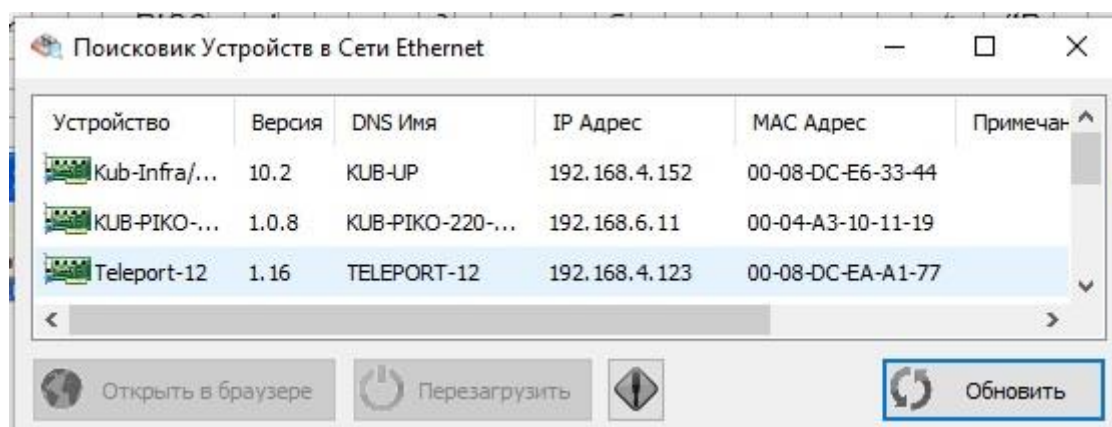

Рис.6.1. Утилита «picSearch»
6.1. С помощью утилиты «picSearch» можно считать у прибора сетевые настройки (IP, МАК и т.н., рис.6.1), а также отправлять команду перезагрузки прибора.